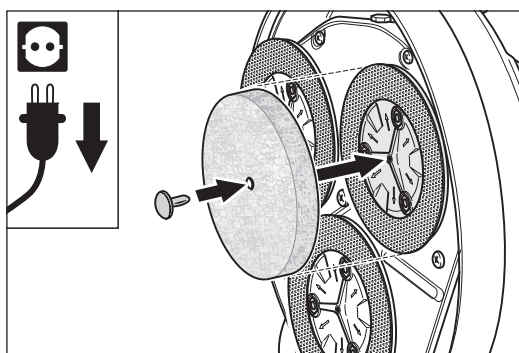

Abb. 37 Den Kunststoffstopfen durch das Loch in der Mitte des Pads stecken und ihn soweit in die Bohrung im Schleifteller drücken, bis er festsetzt.
- 6 Positionieren Sie ein Pad mittig an einem Schleifteller und stecken Sie einen Kunststoffstopfen durch das Loch in der Mitte des Pads. Drücken Sie den Kunststoffstopfen soweit in die Bohrung im Schleifteller, bis er festsetzt (Abb. 37).